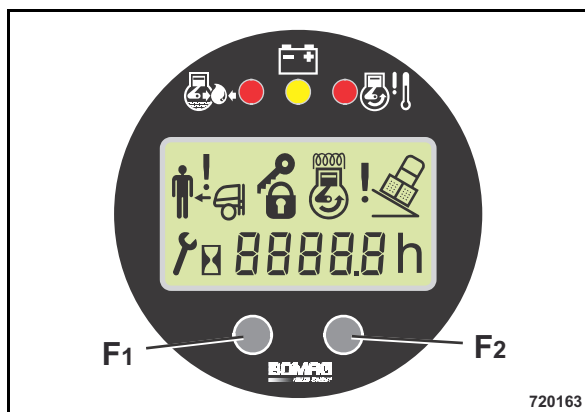

Рис. 78
- Нажать на две секунды обе расположенные на блоке индикации функциональные кнопки F₁ и F₂ (Рис. 78).